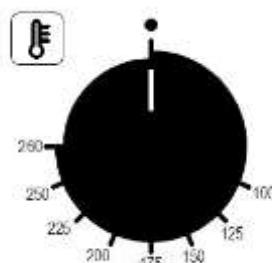

Abb. 4
**Programmierung der Kochtemperatur** - Den Drehknopf des Regelthermostats (Abb. 4) auf die gewählte Kochtemperatur drehen.
**Auswechseln der Glühbirne in der Kochzelle** - Das Gerät elektrisch abschalten; die Schutzkappe aus Glas abschrauben (Abb. 4); die Glühbirne herauserschrauben und mit einer anderen, für hohe Temperaturen geeigneten (300°C) mit folgenden Merkmalen ersetzen: